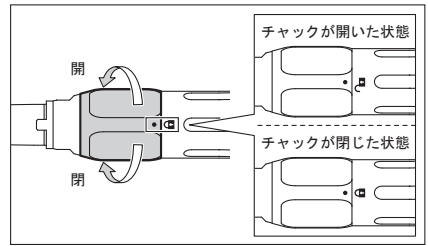

図5
- 1) チャック開閉リングを""の方向に「カチッ」と音がするまで回します（図5）。
**警告** ・切削バーを固定した後、●印と""印があることを確認してください（図5）。●印と""印がずれた位置で回転させるとハンドピースが発熱し、火傷をすることがあります。